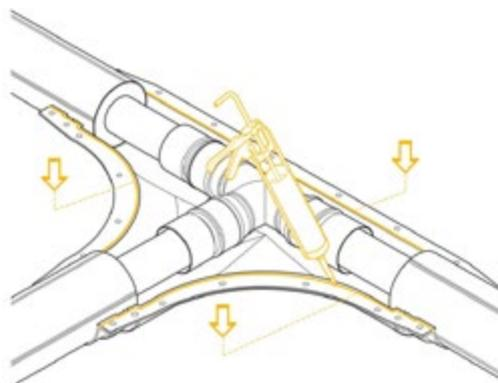

Рис. 5.9.4
**4.** Нанести герметик на нижнюю половину защитного кожуха по линии последующего соединения с верхней половиной (рис. 5.9.4).